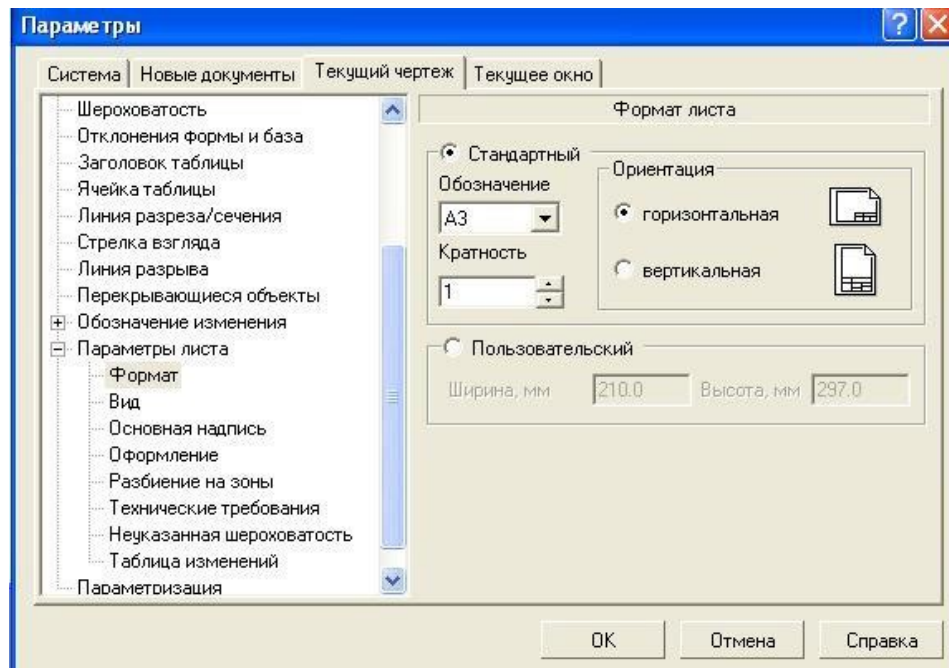

Рисунок 9.9
- 2) в появившемся диалоговом окне « **Параметры** » выбрать строку **Параметры листа**, а затем строку **Формат** (рис. 9.9);